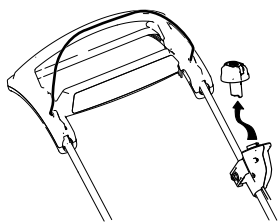

Figura 21
- Îndepărtați butonul de pornire electrică (Figura 21).